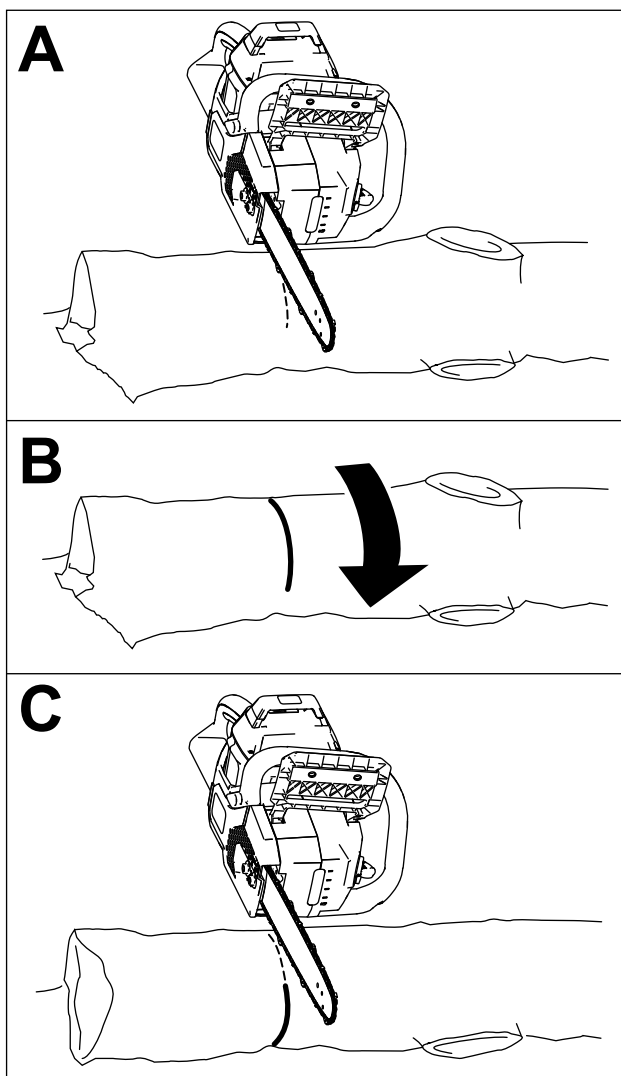

Figura 21
- Si el tronco está apoyado en toda la longitud un suelo llano y nivelado, corte un tercio del diámetro desde arriba, luego gire el tronco 180° y haga otro corte para coincidir con el primero (Figura 21).